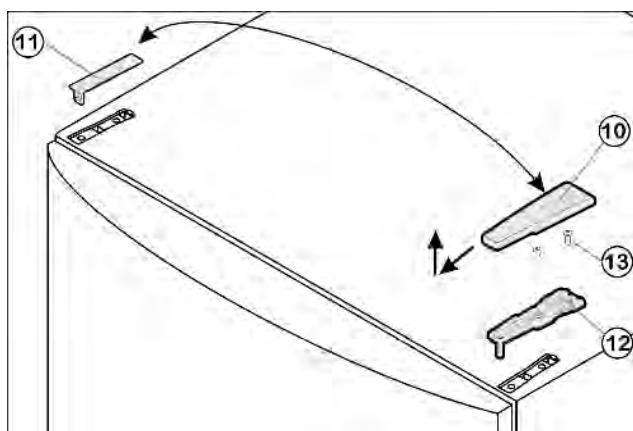

Fig. 8
- Крышку Fig. 8 (10) снимите движением вперед и вверх.
- Снимите крышку Fig. 8 (11).
- Открутите верхний опорный кронштейн Fig. 8 (12)(2 шт. Torx 25) Fig. 8 (13) и вытяните вверх.